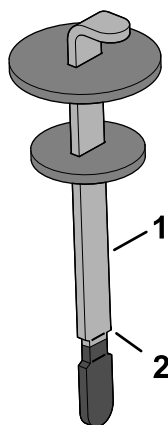

Figura 169
4. Retire a vareta do tubo de enchimento e limpe-a com um pano limpo. Introduza a vareta no tubo de enchimento, retire-a e verifique o nível do fluido. O nível de fluido deverá encontrar-se entre as marcas da vareta (Figura 169).